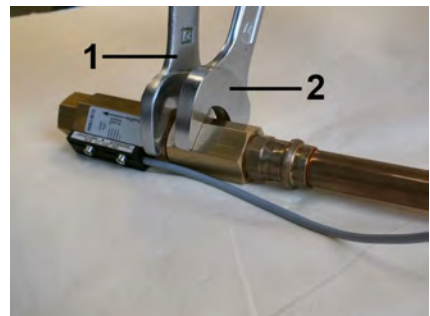

Abb. 13: Gerät einschrauben (Eingang)
2.  Mit passendem Maulschlüssel (Abb. 13/2) die Übergangverschraubung der Rohrleitung eindrehen. Dabei den Gerätekörper mit einem passenden Maulschlüssel (Abb. 13/1) gegenhalten
4. ➤ Mit passendem Maulschlüssel (Abb. 13/1) die Übergangsverschraubung der Rohrleitung eindrehen. Dabei die Geräteverschraubung (Ausgang) mit einem passenden Maulschlüssel (Abb. 13/2) gegenhalten